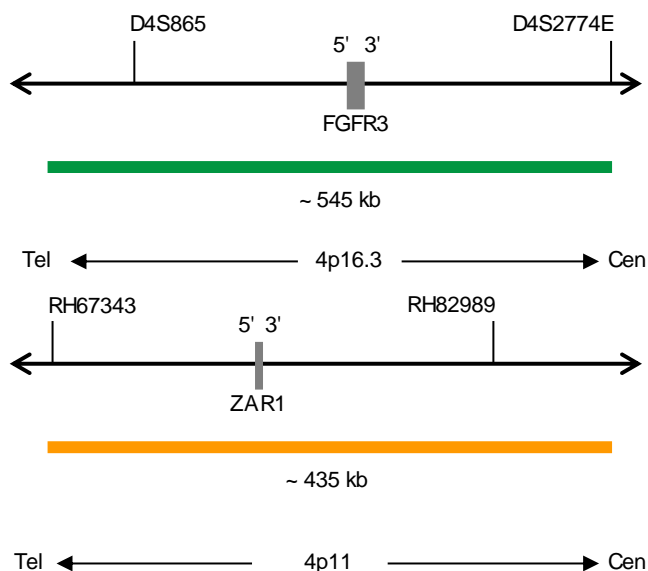

Fig. 1: In alto: Mappa della sonda SPEC FGFR3; In basso: Mappa della sonda SPEC 4p11 (non in scala)
- Polinucleotidi (~10.0 ng/μl) marcati con fluorocromo ZyGreen (eccitazione 503 nm/emissione 528), le cui sequenze target mappano in 4p16.3\* (chr4:1,531,083-2,073,649) in cui è localizzato il gene FGFR3 (vedere Fig. 1).
- Polinucleotidi (~4.5 ng/μl) marcati con fluorocromo ZyOrange (eccitazione 547 nm/emissione 572 nm), le cui sequenze target mappano in 4p11\* (chr4:48,329,914-48,762,386) (vedere Fig. 1).